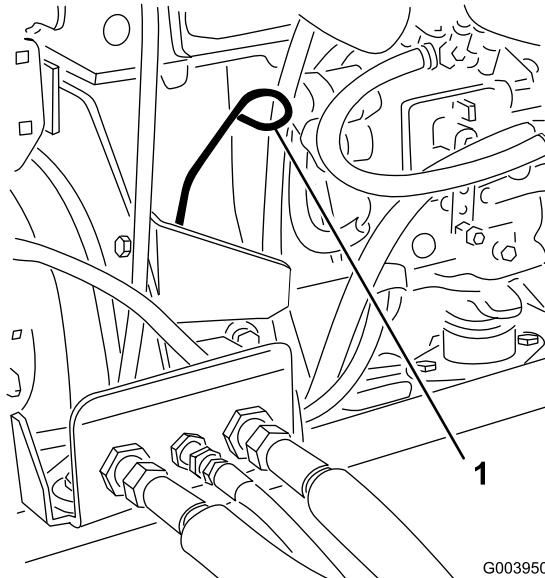

図 31
- ディップスティックを取り、付いているオイルをウェスで拭きとつてもう一度差し込む(図 31)。